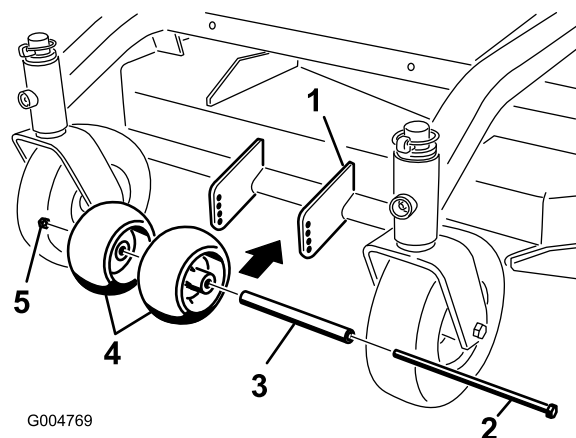

Figura 13
1. Después de ajustar la altura de corte, revise los rodillos para asegurarse de que hay una separación mínima del suelo de 10 mm (Figura 13).
2. Si es necesario realizar ajustes, retire el perno, las arandelas y la tuerca (Figura 13).
3. Seleccione un taladro para que los rodillos tengan una separación mínima del suelo de 10 mm (Figura 13).
4. Instale el perno y la tuerca (Figura 13).